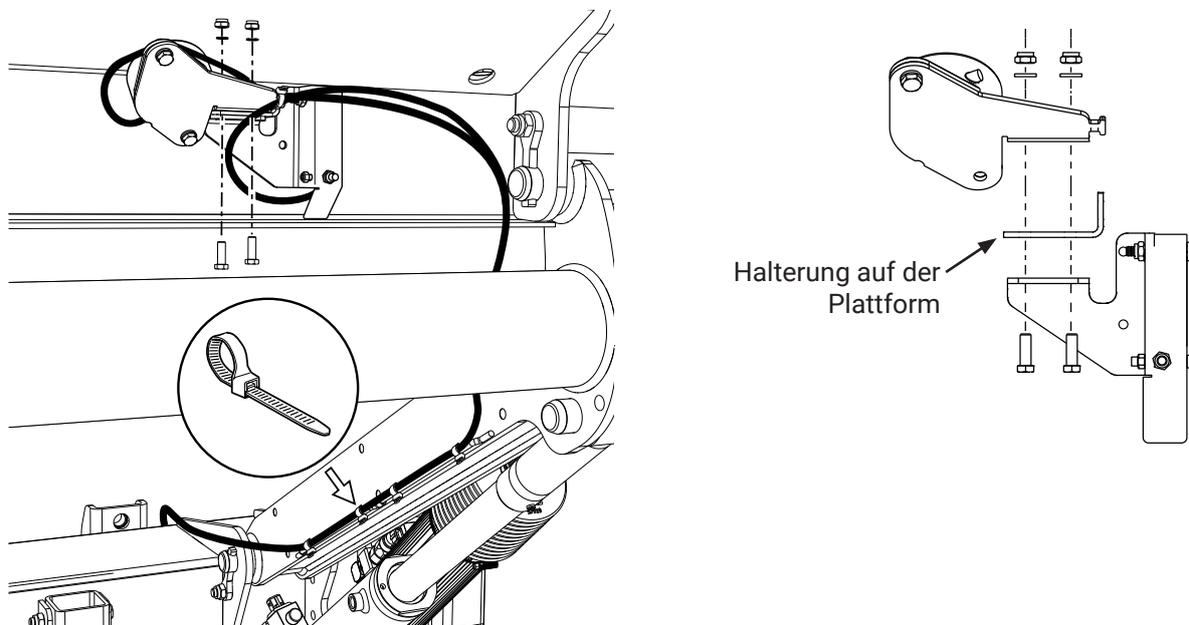

Abbildung 58. Einbau des Winkelsensors für die Kippautomatik (Autotilt)
1. Die Winkelsensoren mit den dazugehörigen Schrauben, Muttern und Einschüben an der Plattform anbringen und das Kabel mit Kabelband befestigen, siehe Abbildung 58.